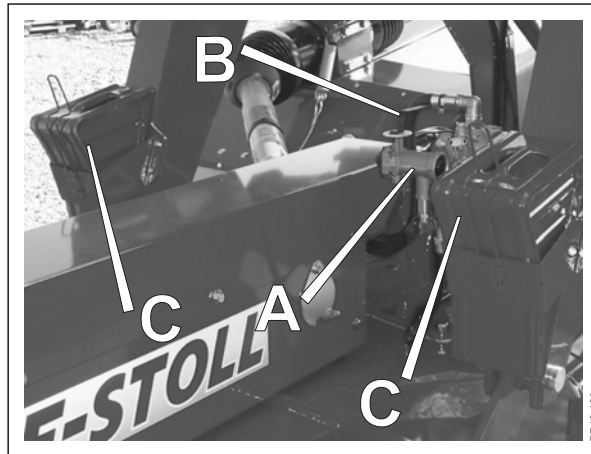

Рис. 3-3
Рис. 3-3 В некоторых странах машина должна оснащаться пневматическим тормозом, чтобы соблюдать действующие предписания. Вес на задней оси при работе и при транспортировке разный. Поэтому имеется клапан **A** с ручной регулировкой силы торможения. В качестве опорной точки всегда устанавливать на полную силу торможения. Если колеса во время торможения блокируются, когда машина находится в рабочем положении, силу торможения можно снизить путем поворота рычага **B**.
- Рис. 3-3** 4) Подкладные клинья **С** расположены на машине. Их можно положить под колеса.